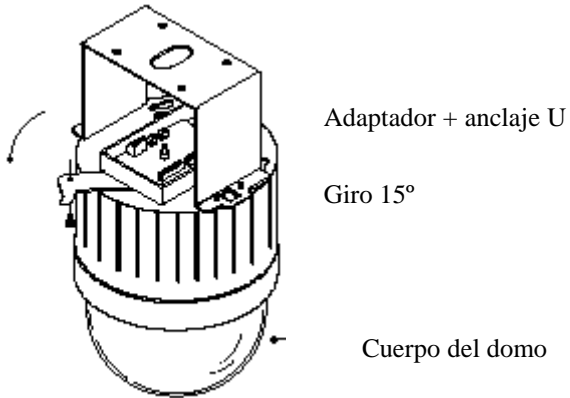

Figura 6
6. (Figura 6) Inserte los tres espárragos del cuerpo del domo en el resultante de la figura 5 (adaptador de cámara más anclaje en U) y girelo unos 15°. (Chequee el sonido que se produce al encajar una pieza con la otra y que está en posición correcta)